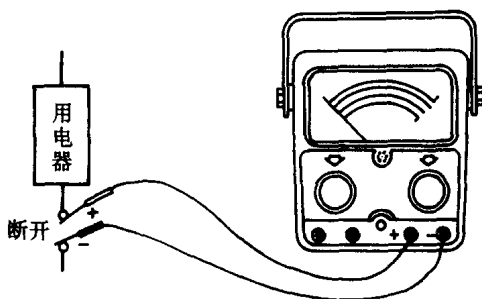

图 1-3 用万用表测直流电流
(5) 测交流电压 ($<1\,000$ 伏): 本表可测量小于 1 000 伏的交流电压。将旋钮置于交流电压的相应挡位，红、黑表棒可任意连接到被测电压的两端，其他步骤与测量直流电压的方法相同。
(6) 测直流电流: 把旋钮置于电流的相应挡位。如无法估计大小，要先置于最大量程处。测量时，万用表应和被测电路串联，如图 1-3 所示，把红表棒接在高电压端（或“+”端），黑表棒接在低电压端（或“-”端）。如红、黑表棒位置调错，指针将会向左边偏转，严重时会将表针打弯。
(7) 测三极管的放大倍数: 在测量前，先将万用表调到